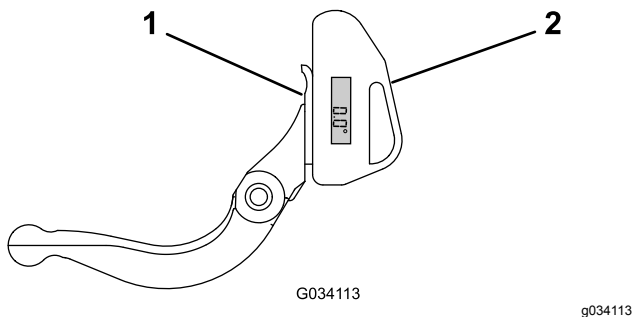

Figure 25
1. Placez l'indicateur d'angle sur le côté inférieur de la contre-lame, comme montré à la Figure 25.